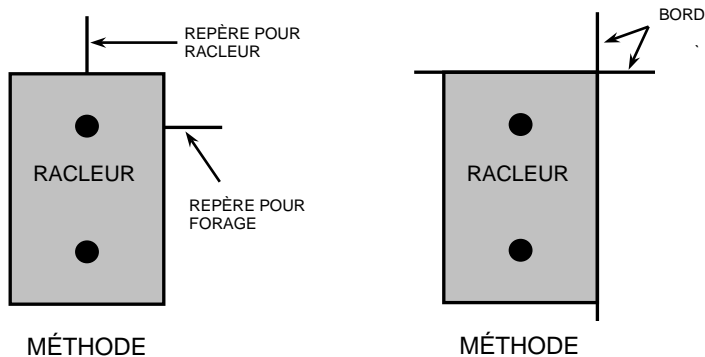

Figure 11. Marquage de la zone de test
6. Pour s'assurer du bon positionnement de l'appareil, marquer, avant de déposer la plaque du racleur, la zone de test à l'aide d'une tige de forage comme indiqué dans la Figure 11.